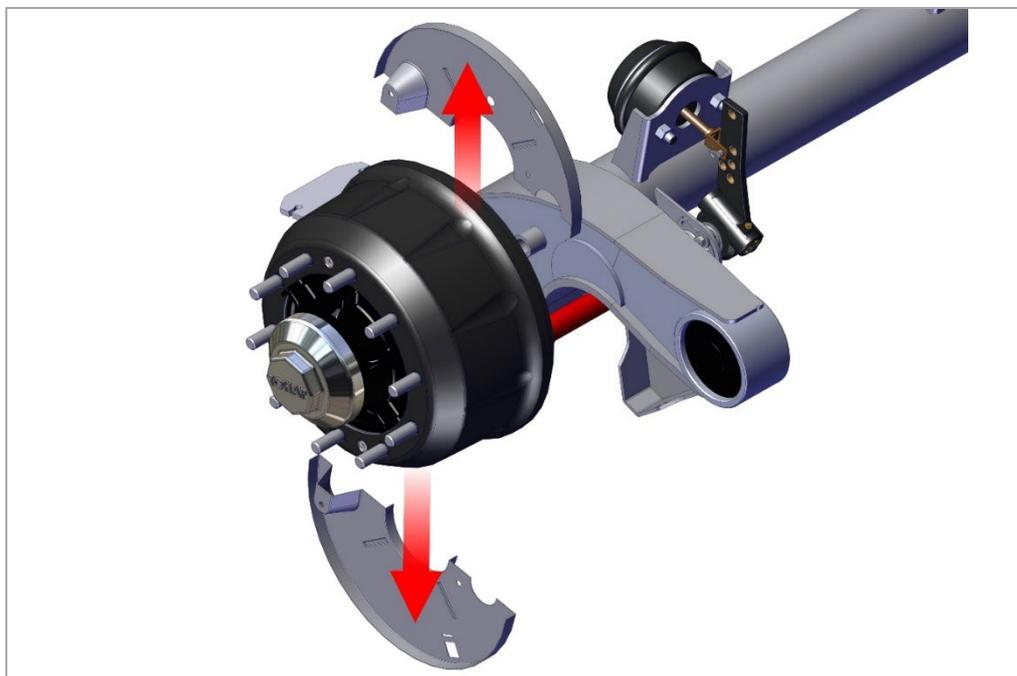

Рис. 26. Снятие грязезащитных щитков.
1) Снимите грязезащитные щитки тормозного барабана, как показано на рис. 26.